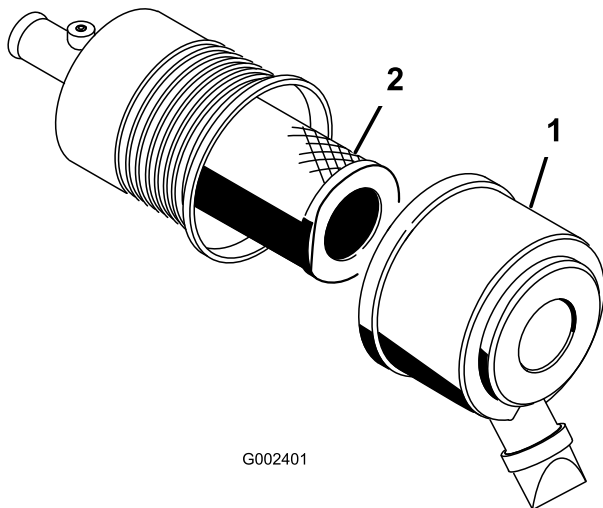

Figura 42
1. Liberte os trincos do filtro de ar e puxe a tampa para fora do corpo do filtro (Figura 42).
3. Deslize suavemente o filtro principal para fora do corpo do filtro (Figura 42).
6. Se estiver a substituir o filtro de segurança, faça deslizar cuidadosamente o novo filtro para o corpo do filtro (Figura 42).
7. Deslize cuidadosamente o filtro principal sobre o filtro de segurança (Figura 42).
8. Instale a tampa do filtro de ar com o lado virado para cima e prenda os trincos (Figura 42).